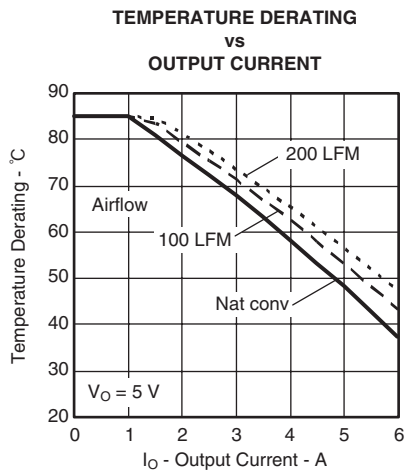
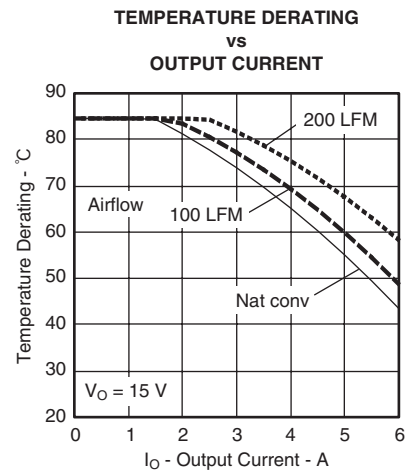

図 14
図 16
- (2) 温度ディレーティング曲線は、内部コンポーネントの温度がメーカーの指定した最高動作温度以下になる条件を表します。このディレーティング制限は、2オンス (56.69グラム) の銅を使用した、100mm×100mmの両面PCBに直接半田付けされたモジュールに対して適用します。表面実装パッケージ (ASおよびAZの各サフィックス) では、電源ピン周囲に熱パスを追加するための複数のビア (メッキされたスルーホール) が必要です。詳細については、メカニカル仕様を参照してください。図14から図16に対して適用されます。